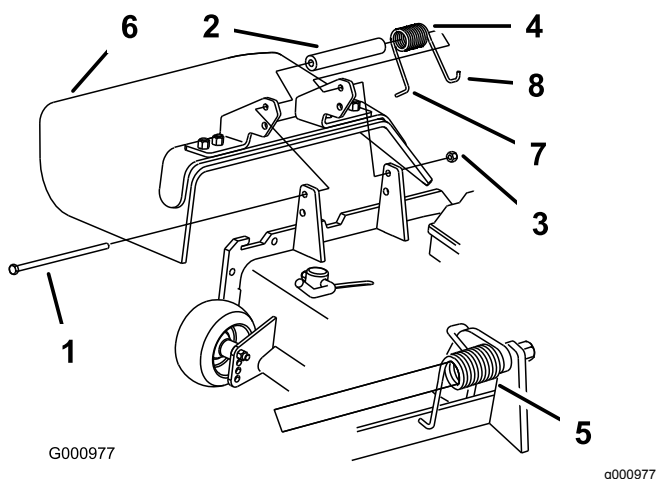

Figura 35
1. Togliete il dado di bloccaggio, il bullone, la molla e il distanziale che fissano il deflettore alle staffe orientabili del tosaerba (Figura 35). Togliete il deflettore di sfalcio se è danneggiato o consumato.
Nota: Assicuratevi che l'estremità a L della molla sia montata dietro il bordo dell'apparato di taglio prima di montare il bullone, come illustrato nella Figura 35.
3. Montate il bullone e il dado. Infilate l'estremità a J della molla attorno al deflettore di sfalcio (Figura 35).